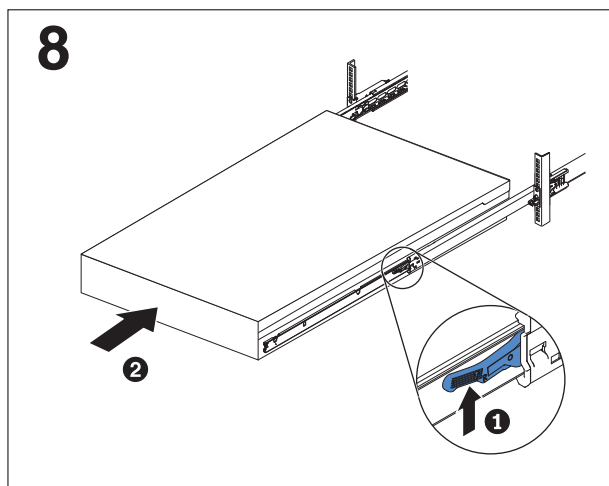

图 36. 抬起机架滑轨的 SAN Volume Controller 2145-DH8 锁紧杆
2. 抬起滑轨上的锁定拉杆（第 54 页的图 36 中的 **1**），将服务器 **2** 全部推入机架，直到其咔嗒一声锁定到位。